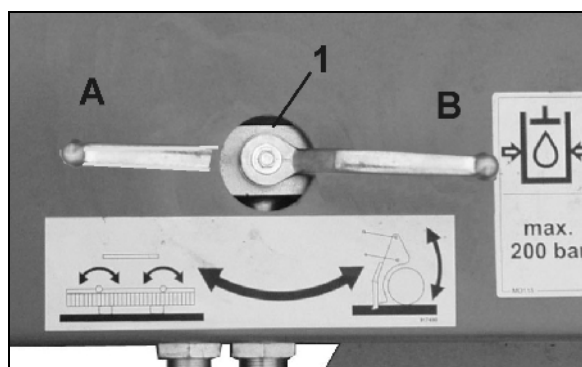

Рис. 21
1. Перевести запорный кран (Рис. 21/1) в положение В.